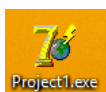

Рис. 1. Ярлык программы
1. Эксперт запускает ярлык программы на рабочем столе (рис. 1).